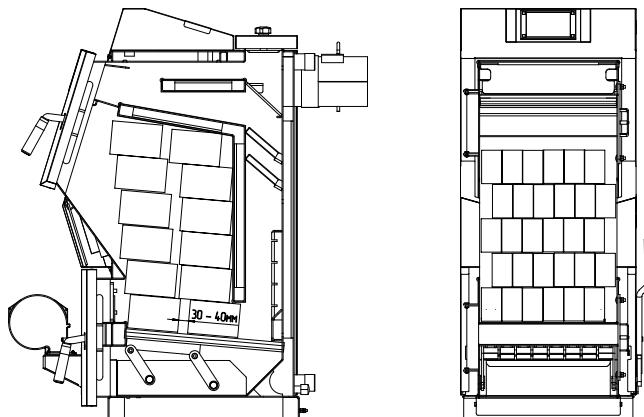
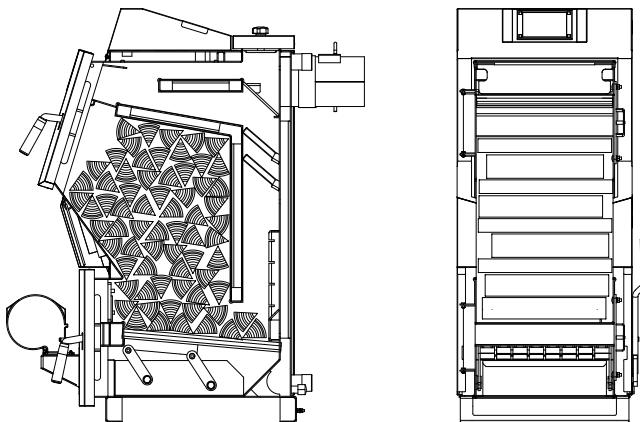
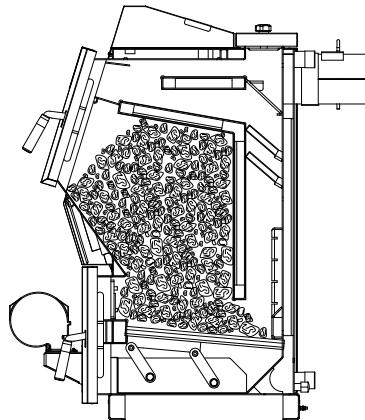

Рис.7 Схема загрузки котла древесными брикетами.
Рис.8 Схема загрузки котла дровами.
Рис.9 Схема загрузки котла углём.
Рис.7, Рис.8, Рис.9. После загрузки котла убедитесь в отсутствии просыпания топлива на рамку загрузочной двери и отсутствии топлива возле загрузочной двери. После загрузки котла топливом закройте и зафиксируйте дверцу загрузочную (Рис.1 поз.3) и запустите вентилятор кнопкой «ПУСК».
8.5.6. Перед добавлением новой порции топлива убедитесь, что в топке котла заканчивается топливо, узнать о наличии топлива можно во время чистки водоохлаждаемых колосников и зольного ящика через дверцу поддувальную. Для загрузки новой порции топлива в котёл необходимо, выключить вентилятор наддува нажатием кнопки «СТОП», произвести чистку колосников шуровочным механизмом, открыть дверцу поддувальную (Рис.1 поз.6), произвести чистку зольного ящика, после чистки установить его на место и закрыть дверцу зольную. Открыть дверцу загрузочную аккуратно приоткрыв её на 5-10 мм на 10-15 секунд для предотвращения хлопка пиролизных газов и заполнить топку котла топливом, равномерно распределяя его по всему объему в соответствии с Рис.7, Рис.8, Рис.9. После загрузки котла топливом закройте и зафиксируйте дверцу загрузочную (Рис.1 поз.3) и запустите вентилятор кнопкой «ПУСК».